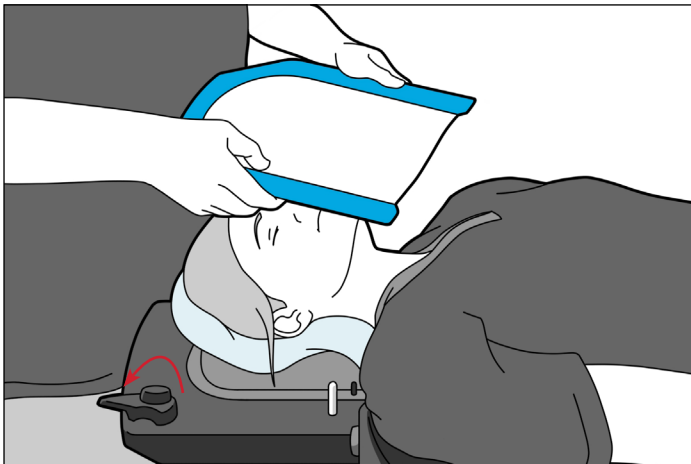

Fig. 2
1. Ruotare tutti i blocchi della maschera fino a quando l'estremità appuntita non è rivolta verso il centro del dispositivo AccuFix (Fig. 2).
2. Posizionare la maschera sul paziente, allineando i perni della U-Frame con i fori di attacco sull'AccuFix (Fig. 2).